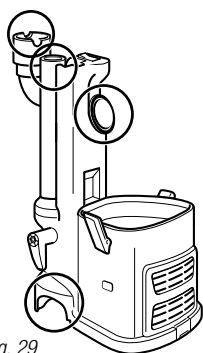

Fig. 29
- Saque el recipiente de la tierra y el tubo de extensión y separe la portátil *Lift-Away*® del cepillo eléctrico. Revise que no haya ninguna obstrucción en las 4 aberturas. **(Fig. 29)**